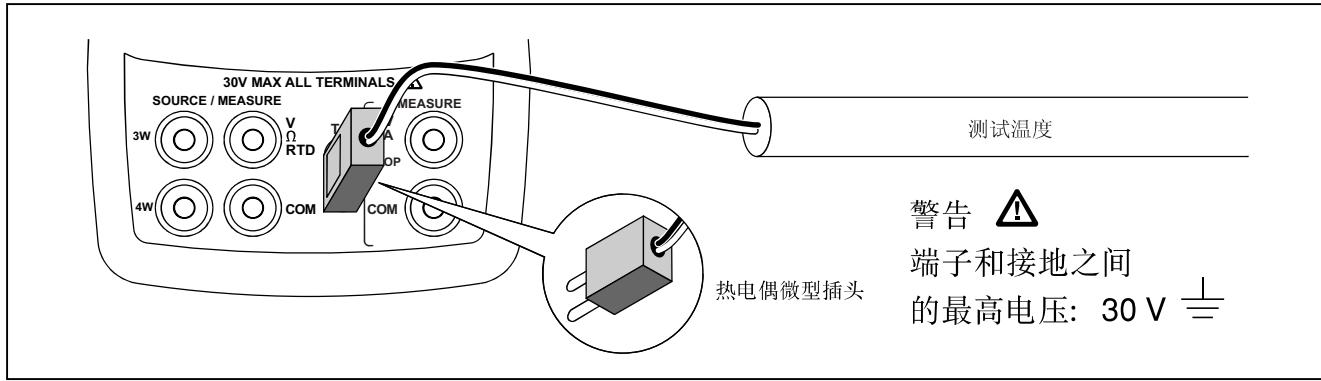

图 10. 测量热电偶的温度
1. 把热电偶的导线接到适当的热电偶 (TC) 小插头，然后插入校准仪的TC输入/输出插孔，如图 10 所示。